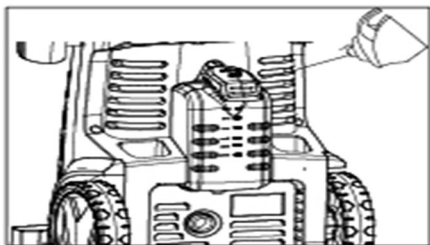

Abb. 7
- Füllen Sie das Reinigungsmittel in den Behälter (Abb. 7). Stellen Sie die verstellbare Sprühlanze auf Niederdruckbetrieb.